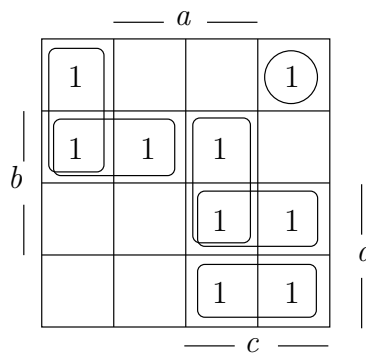

Bild 1: Das KV-Diagramm der Funktion  $h(d, c, b, a)$
2. Gegeben seien das KV-Diagramm einer Schaltfunktion  $h(d, c, b, a)$  und eine Menge von Einsblöcken, die bereits in das KV-Diagramm eingezeichnet wurden (siehe Bild 1).
- Zeichnen Sie die in Bild 1 nicht dargestellten Consensus-Blöcke in das im Lösungsblatt wiederholt angegebene KV-Diagramm ein. 2 P.